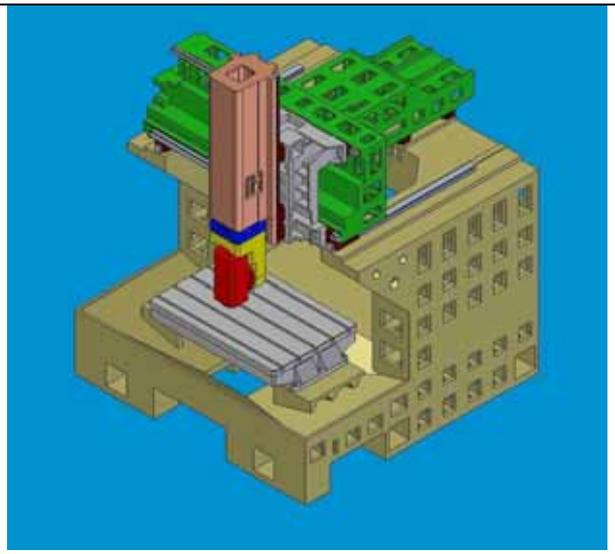

Рис.1.2
1. С неподвижным столом (рис.1.2).
2. С поворотной головкой (рис.1.2).